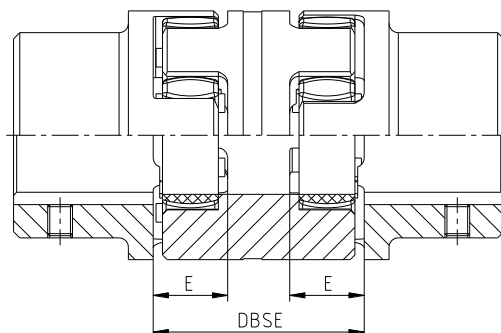

Fig. 16 : Montage de l'accouplement
- Déplacez les agrégats axialement pour obtenir la cote E et DBSE (voir fig. 16).
- Installer l'anneau en position médiane entre les moyeux et vérifier les cotes E et DBSE (voir fig. 16 et chapitre 1).